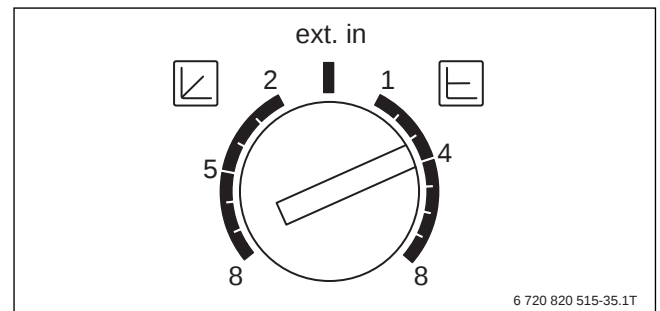

Bild 30 Einstellmöglichkeiten Pumpe PC0
- Die Wärmeanforderung zur Beladung des Pufferspeichers erfolgt über den potentialfreien Schließerkontakt des Regelgeräts Logamatic 4117 auf die Anschlussklemme I2 (WA) des Gas-Brennwertgeräts Logamax plus GB162.
- Die Pumpe PC0 der Pumpengruppe des Gas-Brennwertgeräts muss auf $\Delta p = \text{konstant}$ eingestellt werden. Die Einstellung erfolgt direkt an der Pumpe PC0 (→ Bild 30). Der Förderdruck der Pumpe PC0 ist entsprechend dem Druckverlust des Wärmetauschers des Gas-Brennwertgeräts zu wählen. Druckverluste des Gas-Brennwertgeräts bei $\Delta T = 25 \text{ K}$: